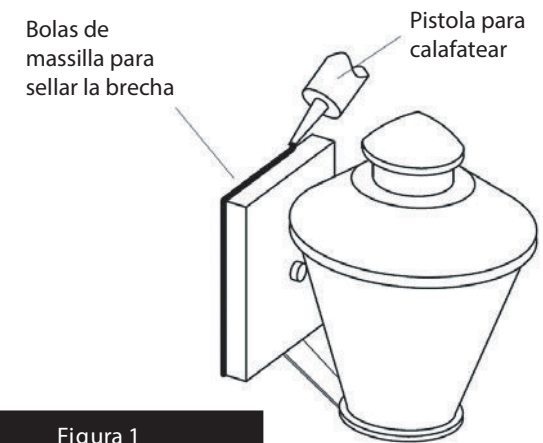

Figura 1
1. Conecte el cable de alimentación positiva (A) (normalmente negro o la cara lisa, sin marcas del cable de dos conductores) de plomo accesorio positivo (B) con un giro de tamaño adecuado en el conector - **Véase la Figura 1 y 2**.
2. Conecte el cable de alimentación negativa (C) (por lo general de color blanco o el lado marcado estriado del cable de dos conductores) de plomo accesorio negativo (D).
Para conectar a tierra en un sistema eléctrico de 3 hilos, fije el cable de tierra del artefacto (E) (generalmente de cobre o verde recubierto de plástico) a la brida de montaje accesorio (M) con el tornillo de tierra (S) - **Véase la Figura 1**. Nota: En las correas de accesorios compatibles tornillos, primero instale los dos tornillos de montaje de la correa. Cualquier agujero roscado restante puede ser utilizado para el tornillo de tierra.